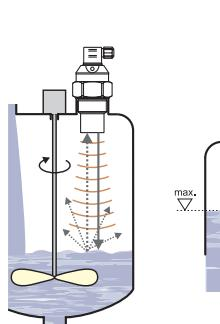

Рис. 11: Слегка волнистая поверхность
- При **слегка волнистой** или **волнистой** поверхности (из-за мешалки, подачи жидкости и т.п.) возможно рассеивание и ухудшение ультразвукового сигнала. Это может привести к уменьшению измерительного диапазона или ненадёжному функционированию измерителя уровня (рис. 11).